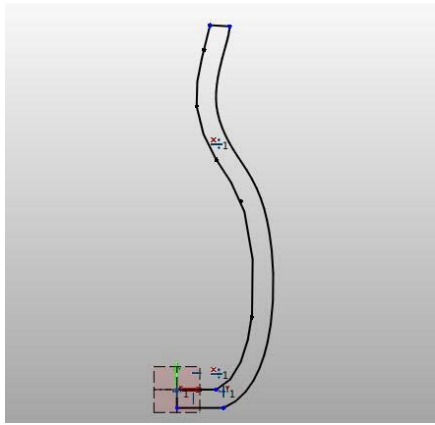

图 1.2.16
4. 单击直线按钮, 将两处缺口连接起来, 如图 1.2.16 所示。